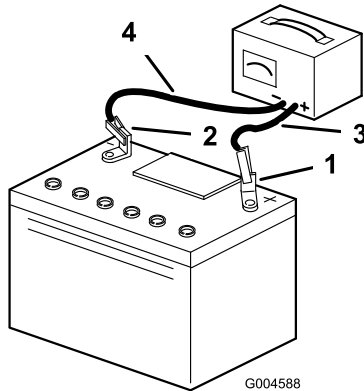

Figura 30
5. Desconecte los cables del cargador de los bornes de la batería (Figura 30).